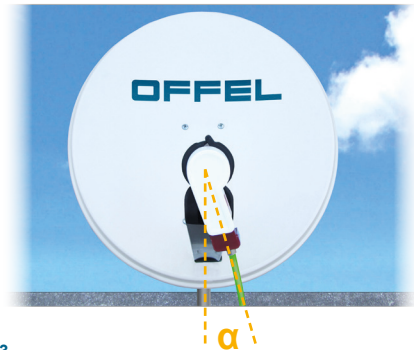

Fig. 3
3. Dopo aver determinato la posizione corretta dell'LNB, stringere le viti che bloccano il supporto in modo che l'LNB sia fissato al suo posto (Fig. 3).
3. After determining the correct position of the LNB, tighten screws that secure the LNB clamp so that the LNB is fixed in its place (Fig. 3).